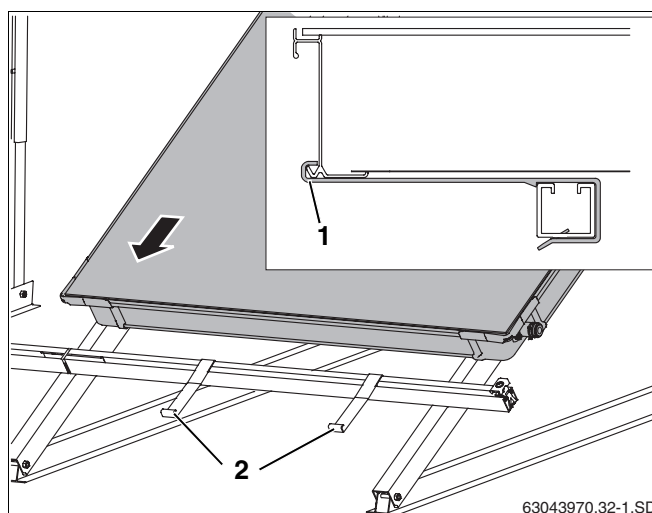

Fig. 45 Posizionamento del primo collettore sulle guide profilate
- Posare il primo collettore sulle guide profilate e farlo scivolare nelle sicurezze anti scivolamento (fig. 45, pos. 2) (fig. 45).
Il bordo inferiore del collettore deve trovarsi nell'apertura della sicurezza anti scivolamento (fig. 45, pos. 1).